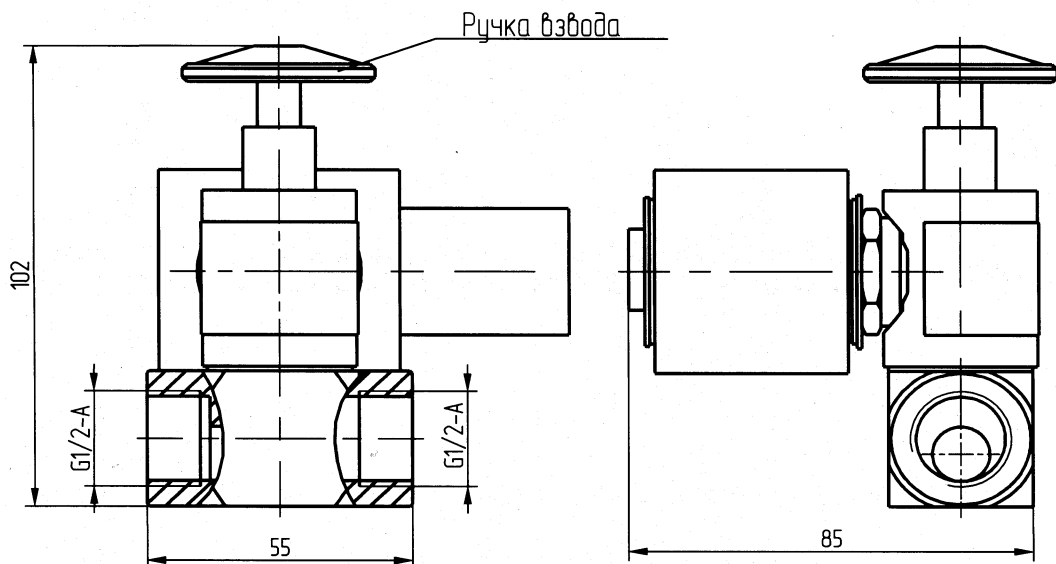

Рис.1
1.1 Клапан-отсекатель КО-15/12-0,05-12-NA (рис.1), дата изготовления \_\_\_\_\_, предназначен для автоматического отключения подачи газа во внутренние газопроводы и газовое оборудование помещений жилых, общественных зданий, котельных и других газоиспользующих объектов в случае срабатывания систем сигнализации о загазованности, задымленности, об изменении давления.
6.1 Клапан-отсекатель имеет ручной взвод. Для прохода потока газа необходимо, при отсутствии напряжения на катушке, потянуть ручку взвода (см. рис.1) вверх до фиксации штока. Срабатывает (закрывается) клапан при поступлении электрического импульса напряжением 12 В. Клапан-отсекатель применяется в комплекте с сигнализатором загазованности малогабаритным бытовым СЗМБ-1-05 или с иными приборами, оповещающими о задымленности, об изменении давления.